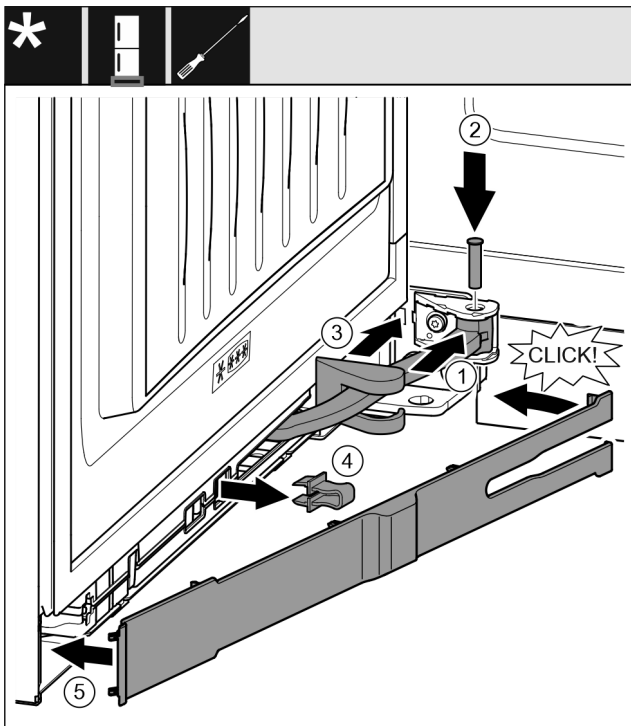

Fig. 47
- ▶ Pasukite lankstą durų kabinimo įtaise. Fig. 47 (1)
- ▶ Atsuktuvu T15 įstatykite varžtą į kabinimo įtaisą virš lankstą. Atkreipkite dėmesį į tai, kad fiksavimo kumštelis būtų griovelyje tinkamoje padėtyje. Fig. 47 (2)
- ▶ Pastumkite atraminės gembės dengiamąją plokštelę išilgai lanksto ir sumontuokite virš kabinimo įtaiso. Fig. 47 (3)
- ▶ Nuimkite fiksatorių. Fig. 47 (4)
- ▶ Uždėkite ir uždengkite gaubtą rankenėlės pusėje. Fig. 47 (5)